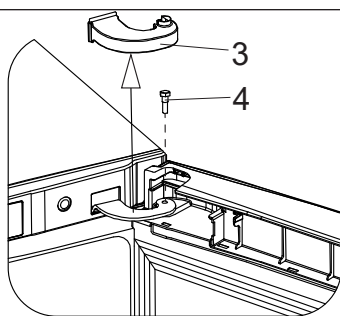

Рисунок 3
3. Движением вверх, снимите крышку 3 верхнего кронштейна и выкрутите торцовым ключом на 8 болт-ось 4 (см. рисунок 3).